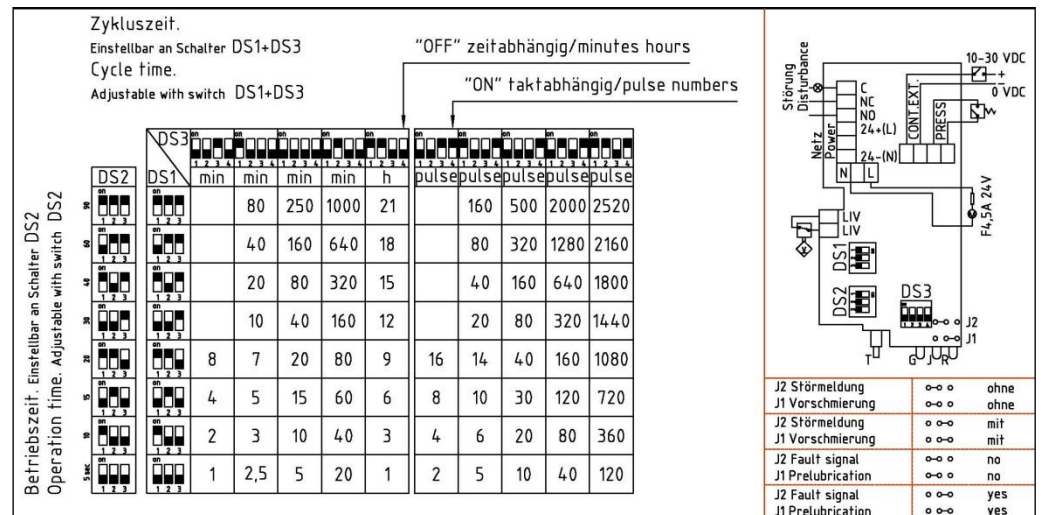

Figure 1
- J1 with pre-lubrication (see Figure 1)
The cycle time is the time from one lubrication sequence to the next. It may be adjusted at the DS1 + DS3 switches (see Figure 1). New settings can be saved by activating the "T" button (intermediate lubrication) or with a new current feed to the circuit board.
- J1 com pré-lubrificação (ver Figure 1)
O tempo do ciclo é o tempo entre uma seqüência de lubrificação e a próxima. Pode se ajustar nos interruptores DS1 + DS3 (ver Figure 1). Novas configurações podem ser salvas ativando o botão "T" (lubrificação intermediária) ou com um novo feed de corrente na placa de circuito.